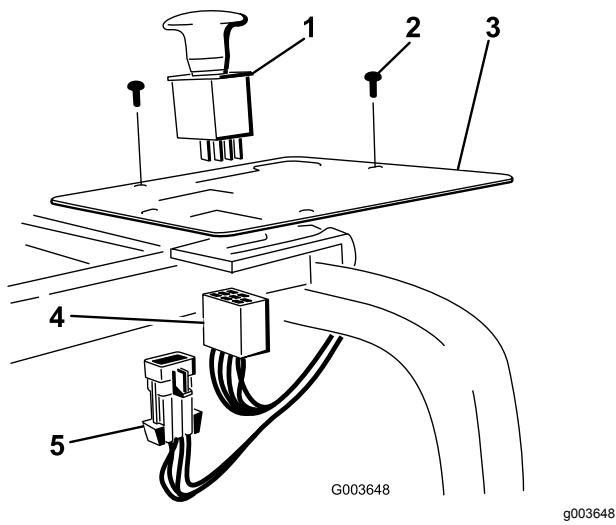

Figura 35
2. Retire o tampão de plástico do painel e instale o interruptor no painel (Figura 35).
4. Instale a cablagem no interruptor no painel de controlo (Figura 35).
6. Instale o conector da cablagem principal na cablagem principal (**Figura 35**).